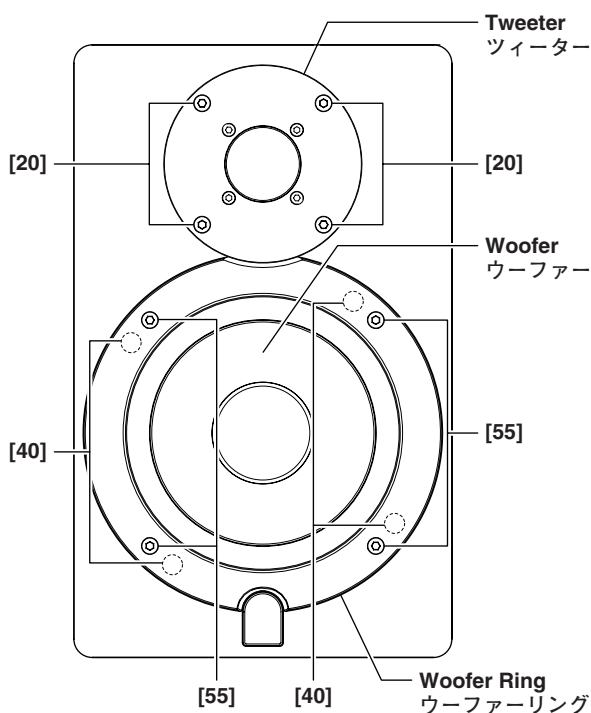

Fig. 1 (図 1)
- 1-1 Remove the four (4) screws marked [55]. The woofer ring can then be removed. (Fig. 1)
- 1-2 Remove the four (4) screws marked [40]. The woofer can then be removed. (Fig. 1)
Remove the four (4) screws marked [20]. The tweeter can then be removed. (Fig. 1)
- 1-1 [55]の六角穴付きボルトを4本外し、ウーファーリングを外します。(Fig. 1)
- 1-2 [40]のネジを4本外し、ウーファーを外します。(図1)
[20]の六角穴付きボルトを4本外し、ツィーターを外します。(図1)